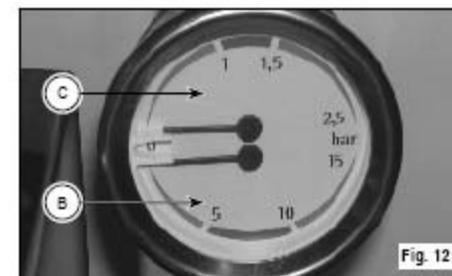

Рис. 12
- Установленное давление помпы можно посмотреть на нижней части "В" манометра. (см. **рис. 12**)
- Установленное давления реле можно посмотреть на верхней шкале "С" манометра (см. **рис. 12**)